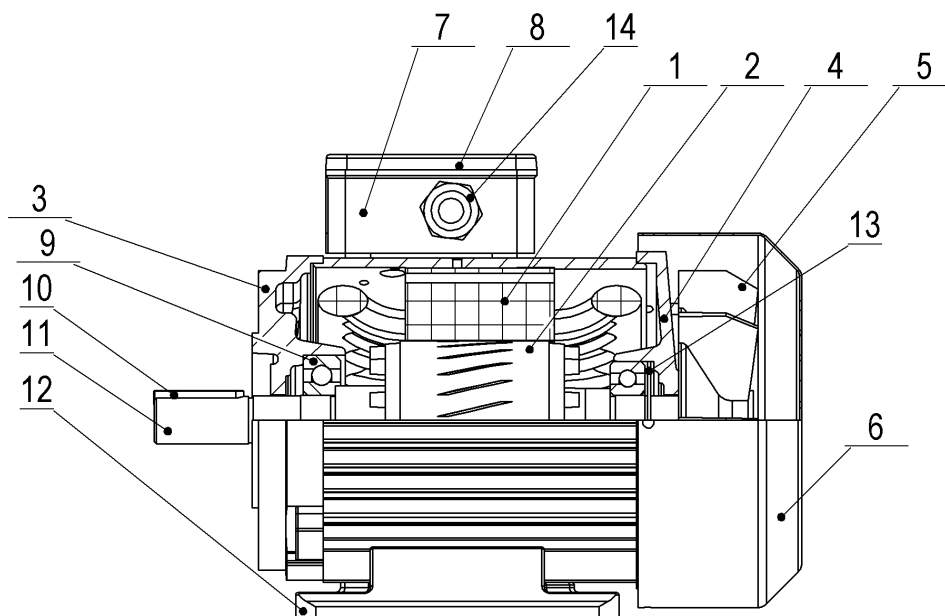

Рис.1 Ощий вид электродвигателя.
Двигатель состоит из следующих основных сборочных единиц (рис. 1): статора 1, ротора 2, переднего 3 и заднего 4 подшипниковых щитов, вентилятора 5, кожуха 6, вводного устройства 7. Лапа 12 крепится к корпусу электродвигателя при помощи 4-х винтов.
- 5) снять шпонку 1 (рис. 1);